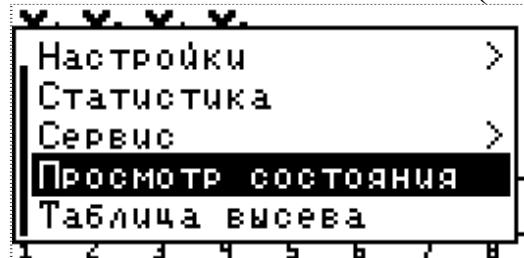
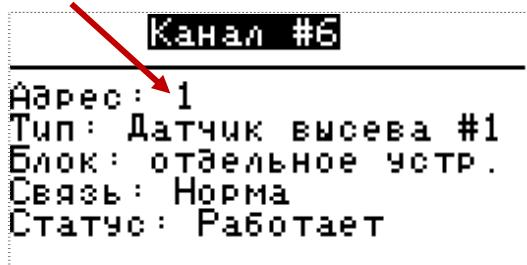

Рисунок 27
Рисунок 28
7. Убедиться в нормальной работе датчика. Для этого нужно, находясь на главном экране, открыть главное меню нажатием кнопки «Меню». Кнопками «Вверх» и «Вниз» выбрать пункт меню «Просмотр состояния» (см. «Рисунок 27») и нажать «Меню». В появившемся окне кнопками «Плюс» и «Минус» выбрать текущий программный адрес датчика (см. «Рисунок 28») и проверить, что в поле «Статус» указано значение «Работает» (см. «Рисунок 28»).